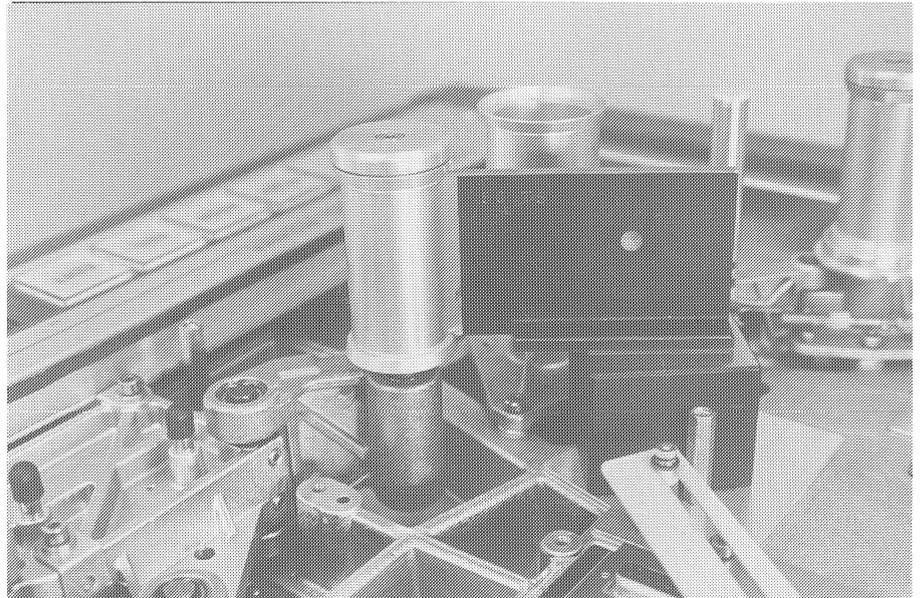

Fig. 45
Siehe Fig. 45 und 46.
7. Mit Hilfe der Bandhöhenlehre Fig. 45 und des Bandlaufes die Rollenhöhe prüfen.